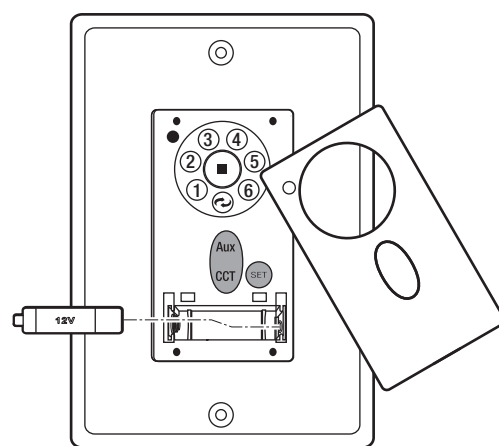

Figure 18
Retirez le panneau de l'émetteur, puis installez une batterie 23A/12V (incluse). Pour éviter d'endommager l'émetteur, retirez la batterie si elle n'est pas utilisée pendant de longues périodes. (Fig. 18)
3. Dans les 30 secondes suivant la mise sous tension, appuyez et relâchez le bouton "SET" pendant cinq secondes pour accéder à la fonction d'apprentissage. Le voyant vers le bas de votre ventilateur, le cas échéant, clignotera deux fois et le ventilateur commencera automatiquement à fonctionner et commencera à tourner dans le sens inverse des aiguilles d'une montre et au régime le plus élevé pendant 1 minute. Lorsque la rotation dans le sens inverse des aiguilles d'une montre est terminée, le ventilateur s'inversera automatiquement dans le sens des aiguilles d'une montre au régime le plus élevé pendant 1 minute. Le ventilateur s'éteindra une fois le test d'auto-étalonnage terminé. Le test total d'auto-étalonnage durera environ 2 minutes. (Fig. 18)